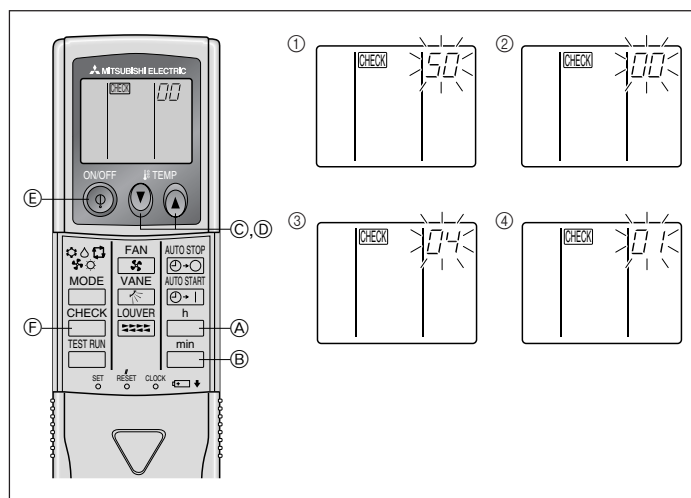

Fig. 6-9
2) För trådlös fjärrkontroll (Fig. 6-9)